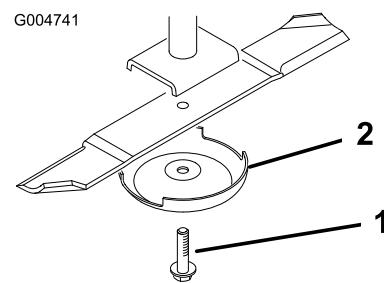

Bild 85
3. Entfernen Sie die Messerschraube, die Antiskalpiercuppe und das Messer von der Spindelwelle (Bild 85).